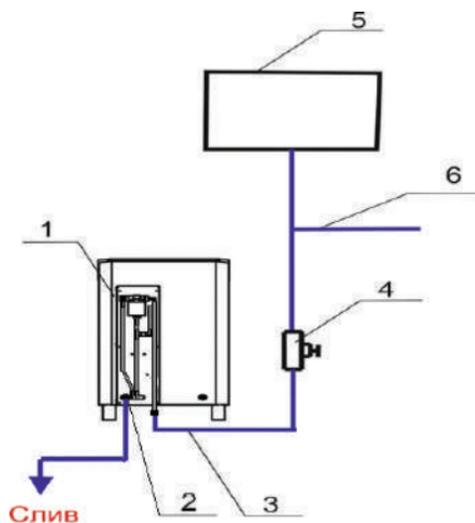

Рис. 7
2.1.2.5 Приподняв вверх снять заднюю крышку. Подключить ЭНУ (поз. 1, рис. 7). с помощью гибкого шланга (поз. 3, рис. 7). к водопроводной сети (поз. 6, рис. 7) или накопительному баку (поз. 5, рис. 7), расположенному в смежном помещении. Рекомендуется устанавливать накопитель-
ный бак на высоте не менее 1 м от верха ЭНУ. При использовании накопительного бака (поз. 5, рис. 7) для водоснабжения парогенератора, необходимо выполнить следующие действия:
Перед ЭНУ следует установить запорный кран (поз. 4, рис. 7). Для слива воды в канализацию подключить к крану слива (поз. 2, рис. 7) гибкую подводку необходимой длины. Для предотвращения образования известковых отложений, значение жесткости воды должно находиться в диапазоне от 0,5° до 5°F. Рекомендуется использование специальной установки – деминерализатора (с обратным осмосом).
2.2.2.1 Закрыть сливной кран (поз. 2, рис. 7) и открыть заливной кран (поз. 4, рис. 7). При включении электропечи в помещении с отрицательной температурой заливной кран открывать через 15 минут после включения режима парогенерации.
2.2.2.5 После окончания работы, в целях предотвращения образования осадка в баке парогенератора, рекомендуется сливать воду из системы. Для этого закрыть заливной кран (поз. 4, рис. 7) и открыть сливной кран (поз. 2, рис. 7). Дождаться полного слива воды из системы. Оставить краны в таком положении до следующего включения изделия. При возникновении возможности замерзания воды в баке парогенератора, сливать воду обязательно!